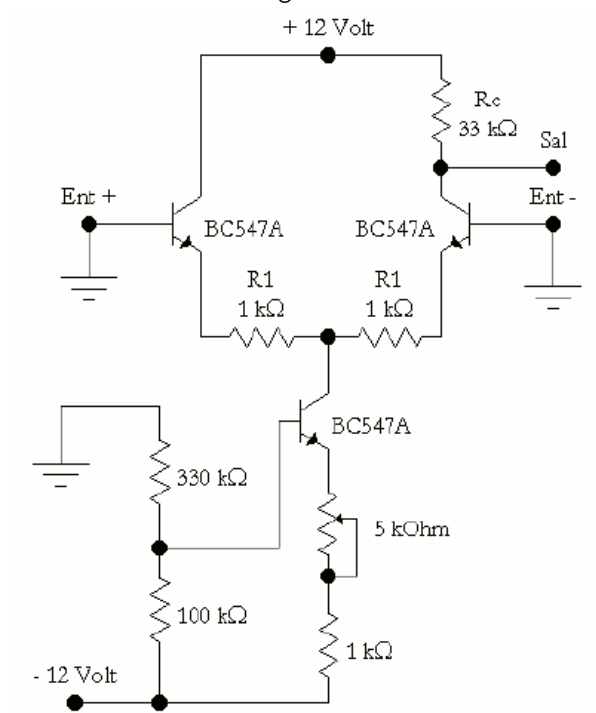

Figura 3
1. Armar el circuito de la figura 3.